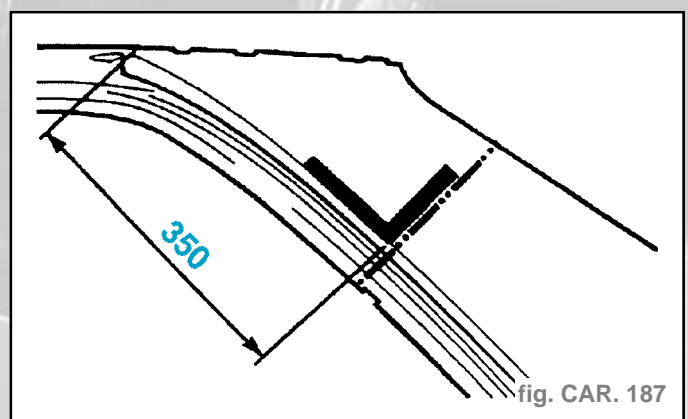

fig. CAR. 187
- Tracer, puis découper à l'aide d'une meule épaisseur **1 mm** (coupe définitive) (fig. CAR. 187).